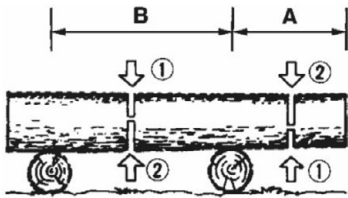

Рис. 5.2
**Распил бревна с подкладыванием (рис. 5.2).**
В области «А» (рис. 5.2) выполните распил сверху вниз на одну треть и закончите распил снизу вверх. В области «В», выполните распил снизу вверх на одну треть и закончите распил сверху вниз.